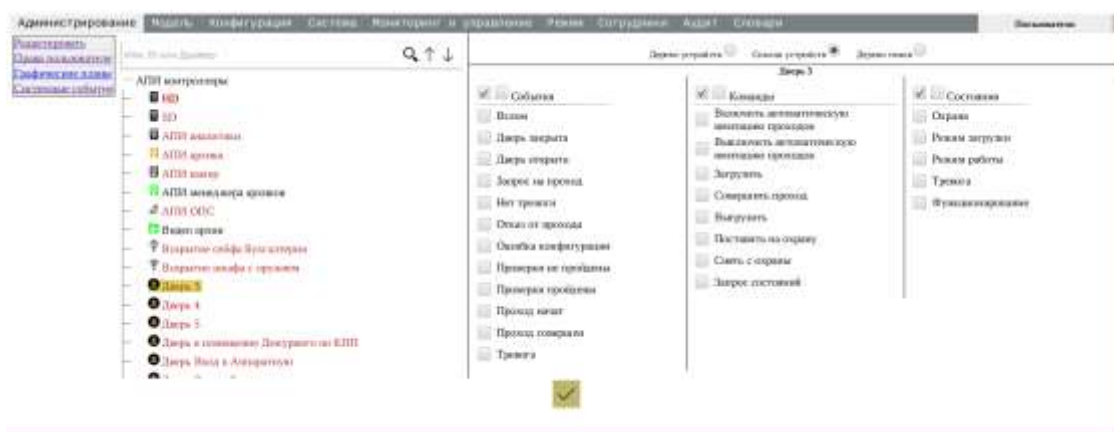

Рис. 36
2) назначить необходимые права, отметив в правой части бланка (Рис. 36) соответствующие пункты (чтобы отметить или снять отметку сразу для всех пунктов столбца, достаточно поставить галочку у заголовка соответствующего столбца);